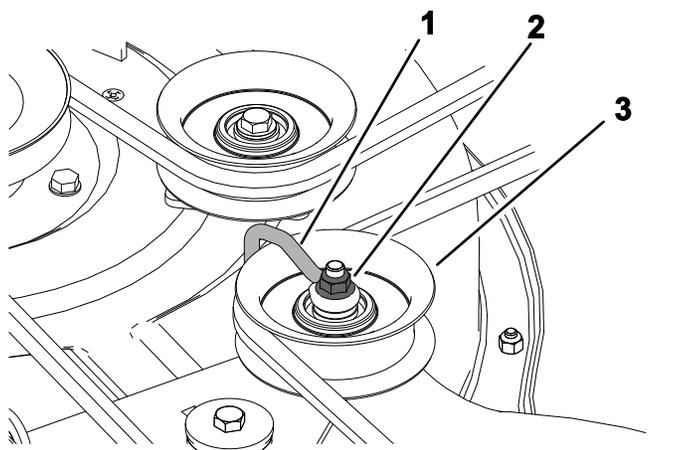

Figura 58
6. Carcasas troqueladas: afloje la tuerca que sujeta el soporte de alambre a la polea tensora (Figura 58).
**Nota:** Coloque el soporte de alambre contra el brazo tensor, tal y como se muestra en la Figura 58.